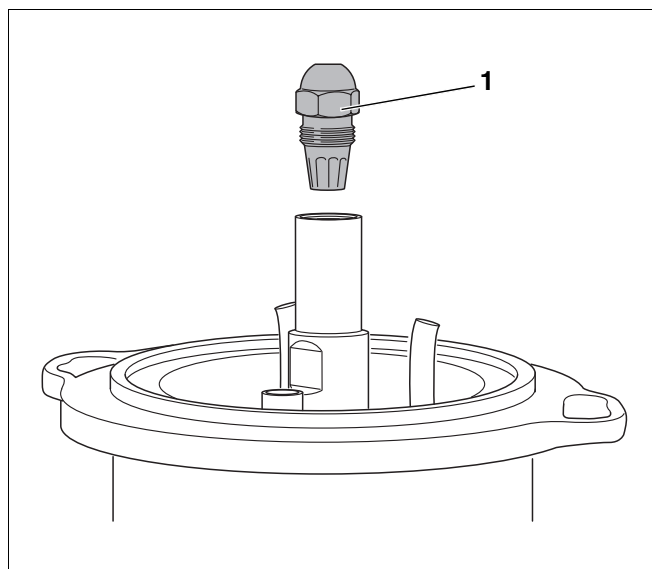

Рис. 28 Демонтаж форсунки
- Открутить форсунку (рис. 28, поз. 1) двумя гаечными ключами SW 16 и SW 19.